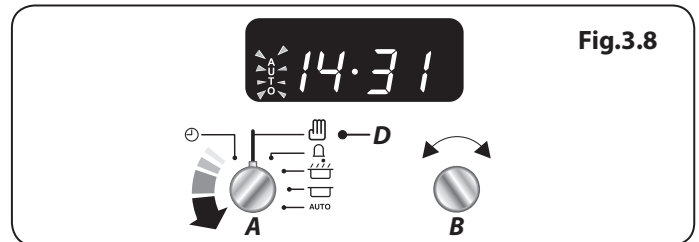

Fig.3.8
4. Une fois la durée spécifiée écoulée, une alarme est émise et le four multifonction s'arrête de fonctionner. Le symbole « Cuisson » disparaît de l'affichage et le mot « **AUTO** » se met à clignoter (**Fig.3.8**).
5. Lors de votre retour, replacez le bouton du Programmeur (A) sur la position Manuel (D) pour revenir au mode de cuisson manuel (**Fig.3.8**).